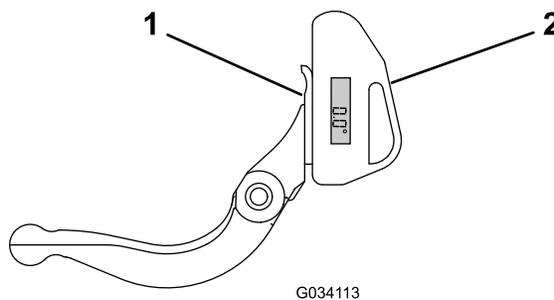

Figure 25
1. Placez l'indicateur d'angle sur la face inférieure de la contre-lame, comme montré à la Figure 25.